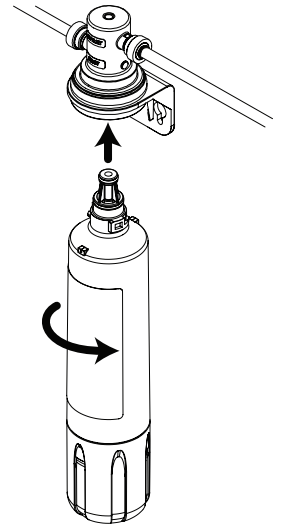

Figure 4
6. Tel que décrit dans la section « Utilisation de raccordements à poussoir », insérer le tuyau bleu de l'adaptateur d'alimentation de 1/4 po dans le raccord ENTRÉE, tel qu'illustré à la figure 4.
7. Après avoir installé le robinet en suivant les directives détaillées ci-dessous, insérer le tuyau bleu au robinet dans les raccords de SORTIE, tel qu'illustré à la figure 4.
8. Aligner les guides de la nouvelle cartouche avec la tête et insérer la cartouche dans le module de tête. Tourner la cartouche filtrante dans le sens inverse des aiguilles d'une montre jusqu'à ce qu'elle rencontre une résistance (environ 1/4 de tour). Le filtre est maintenant installé. (Voir figure 4).